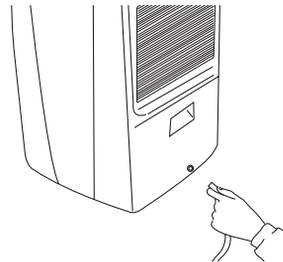

Abb. 3
3. Den Schlauch am entsprechenden Anschlussstutzen befestigen (Abb. 3).